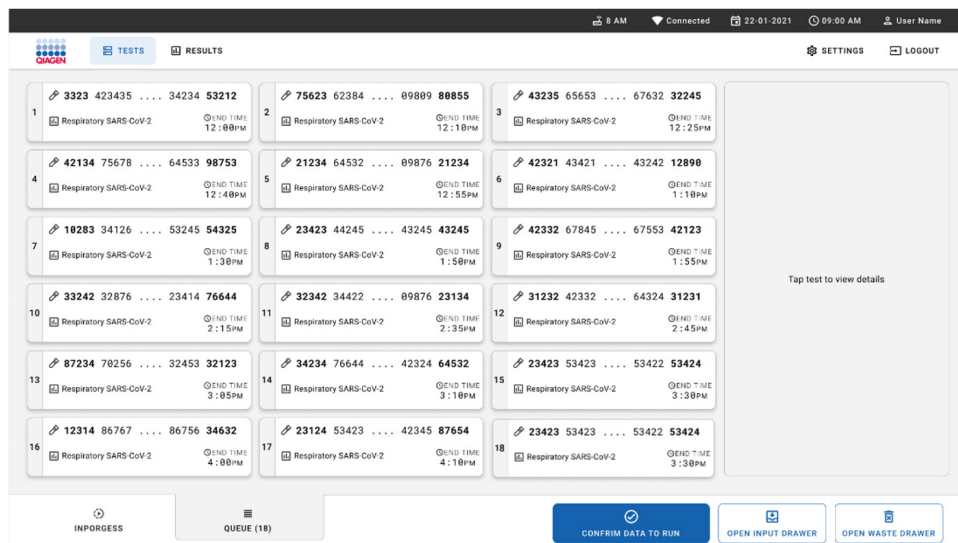

Figura 30. Schermata della coda campioni.
15. Dopo una scansione riuscita, viene mostrata la coda (Figura 30). Esaminare i dati mostrati. In caso di errore, premere il pulsante **OPEN INPUT DRAWER** (APRI CASSETTO DI INSERIMENTO), rimuovere la rispettiva cartuccia ed eseguire nuovamente la scansione della cartuccia, seguendo i passaggi 10-13.